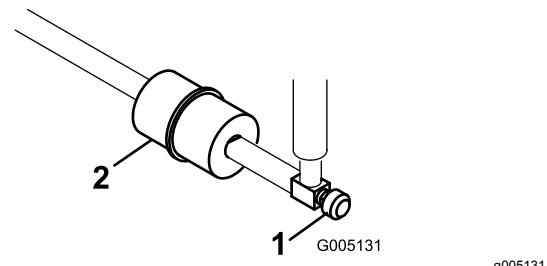

Figura 39
O filtro encontra-se na linha de combustível entre o depósito de combustível e o carburador (Figura 39).
1. Feche a válvula de corte do combustível (Figura 39).
2. Coloque um recipiente de escoamento debaixo do filtro, desaperte a braçadeira de tubos que se encontra no lado do carburador e retire a tubagem de combustível do filtro (Figura 39).
3. Desaperte a braçadeira de tubos e retire o filtro (Figura 39).